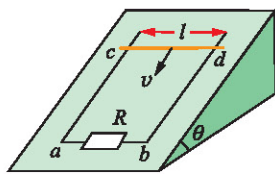

图 1-5-2
**【例题 2】** 在倾角  $\theta = 30^\circ$  的斜面上, 沿下滑方向铺两条平行的光滑导轨, 导轨足够长, 导轨的间距为  $l = 0.1 \text{ m}$ , 两者的底端  $a$  和  $b$  用  $R = 0.04 \Omega$  的电阻相连, 如图 1-5-2 所示. 在导轨上垂直于导轨放有一根金属杆  $cd$ , 其质量  $m = 0.005 \text{ kg}$ . 今垂直于斜面加一匀强磁场  $B$ , 当金属杆以  $v = 10 \text{ m/s}$  的速率匀速下滑时,  $R$  中感应电流的方向为从  $a$  到  $b$ , 设导轨和金属杆  $cd$  的电阻都忽略不计,  $g$  取  $10 \text{ m/s}^2$ , 求: